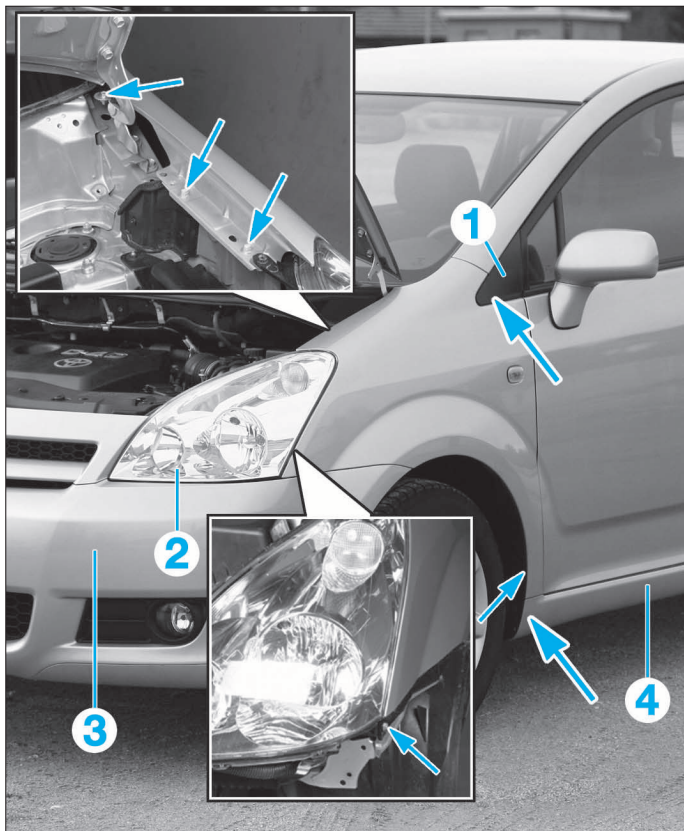

FIG. 13
- l'enjoliveur (1) (fig. 13).
- le projecteur (2) (voir opération concernée).
- le bouclier (3) (voir opération concernée).
- l'enjoliveur de bas de caisse (4), si équipé.
- Déposer les vis de l'aile (fig. 13).